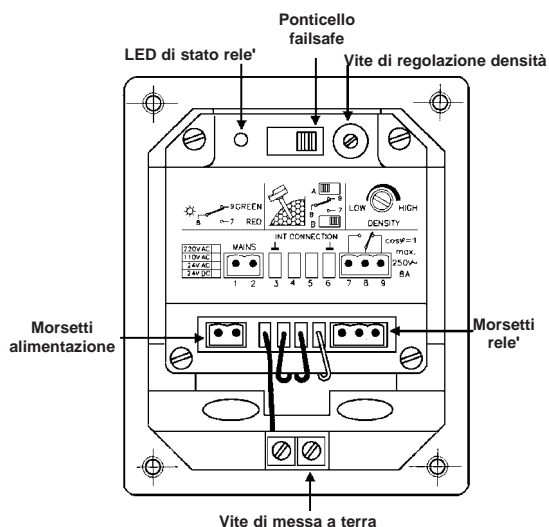

Figura 4
4. Collegare i cavi di alimentazione ai morsetti appropriati. Per agevolare l'accesso ai morsetti, l'apparecchio è dotato di spine per connettore facilmente rimovibili (i morsetti di alimentazione sono il n. 1 e 2; vedere **Figura 4**). In caso di impiego di un cavo a 3 fili, utilizzare la vite di messa a terra all'interno della base della custodia. In caso di impiego di un cavo a 2 fili, utilizzare un filo di messa a terra da collegarsi alla vite di messa a terra all'esterno della base della custodia.
5. Collegare i cavi del circuito di controllo ai morsetti dei relè (7, 8 e 9; vedere **Figura 4**).
Dopo essere stato installato correttamente, l'apparecchio è completamente operativo. Il LED indicherà lo stato del relè. Toccando l'asta con la mano e smorzando in questo modo la vibrazione, il colore del LED verrà modificato. Vedere **Figura 4**.
densità inferiore, ruotare la vite di regolazione (vedere **Figura 4**) in senso antiorario fino a quando l'apparecchio sarà commutato sul tipo di prodotto desiderato. Quando l'apparecchio viene regolato su una sensibilità troppo accentuata, può accadere che rilevi anche leggeri residui di prodotto, anziché rilevare il livello.